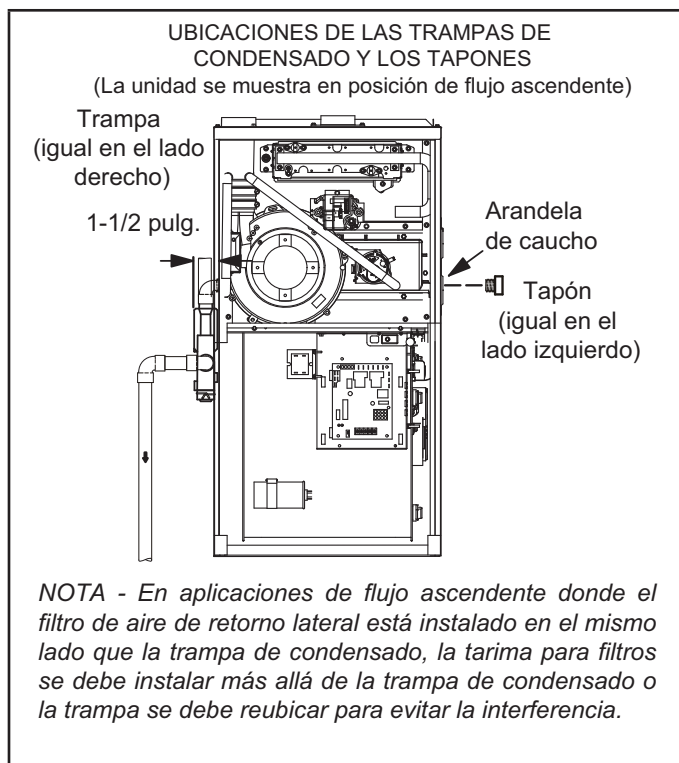
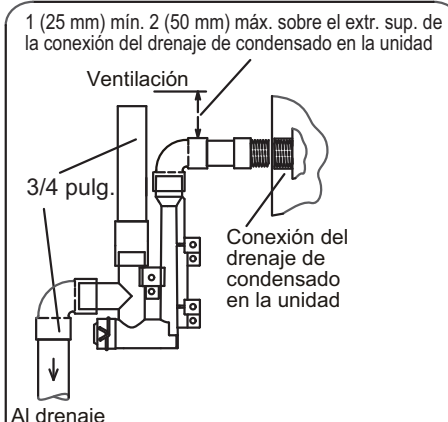

FIGURA 46
FIGURA 54
Esta unidad está diseñada para salida de la tubería de condensado a la derecha o a la izquierda en aplicaciones de flujo ascendente. En aplicaciones horizontales, la trampa de condensado se debe extender debajo de la unidad. Se requiere un espaciamiento de servicio de 8" para la trampa de condensado. Consultar la FIGURA 46 y la FIGURA 48 para las ubicaciones de las trampas de condensado. La FIGURA 54 muestra el ensamble de trampa usando PVC de 1/2" o PVC de 3/4".
- 2 - Use un destornillador grande de punta plana o una extensión de la boquilla de accionamiento de 1/2" y retire el tapón (FIGURA 46) de la caja del cabezal del extremo frío en la ubicación apropiada en el costado de la unidad. Instale el accesorio del codo macho hembra de 3/4 NPT en la caja del cabezal del extremo frío. Use cinta de Teflón o un recubrimiento para tuberías apropiado.
- 3 - Instale la tapa sobre la abertura de limpieza en la base de la trampa. Sujétela con una abrazadera. Ver la FIGURA 54.
- 4 - Instale la trampa de drenaje con los accesorios de PVC apropiados y aplique pegamento a todas las uniones. Aplique pegamento a la trampa de drenaje proporcionada como se muestra en la FIGURA 54. Dirija la línea de condensado a un drenaje abierto. La línea de condensado debe mantener una inclinación hacia abajo de 1/4" desde el calefactor al drenaje.